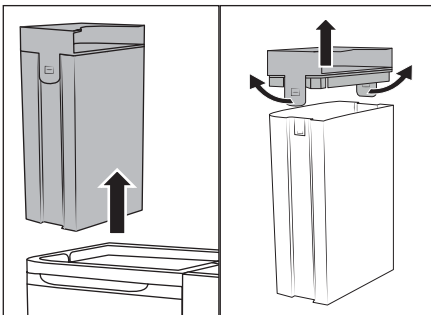

Abb. 5
(1) Füllen Sie nur kaltes bis warmes Leitungswasser oder destilliertes Wasser in den Frischwasserbehälter ❷. Verwenden Sie kein kochendes Wasser. (2) Betreiben Sie das Gerät niemals ohne Wasser im Frischwasserbehälter ❷.
- (3) Verwenden Sie nur handelsübliche, nicht schäumende Polsterreinigungsmittel oder **LIDL W5 Essigreiniger**. Andere Reinigungsmittel können das Gerät beschädigen. Wir empfehlen drei Esslöffel **LIDL W5 Essigreiniger** auf eine komplette Füllung (1,7 Liter) des Frischwasserbehälters ❷ zu geben. Gegebenenfalls erhöhen Sie den Anteil Essigreiniger schrittweise bis zum gewünschten Ergebnis.
- ◆ Fassen Sie den Frischwasserbehälter ❷ am Griff des Deckels ❶ und ziehen Sie ihn nach oben aus dem Gerät (siehe Abb. 5).
- ◆ Ziehen Sie die beiden Haltegriffe leicht nach außen und nehmen Sie den Deckel ❶ ab (siehe Abb. 5).
- ◆ Füllen Sie das Gerät mit Leitungswasser oder mit destilliertem Wasser und geben Sie bei Bedarf Polsterreinigungsmittel oder W5 Essigreiniger hinzu. Beachten Sie dabei die Anwendungshinweise des Herstellers. Achten Sie darauf, dass der Frischwasserbehälter ❷ höchstens bis zur MAX-Markierung gefüllt wird.
- ◆ Setzen Sie den Deckel ❶ auf den Frischwasserbehälter ❷ und drücken ihn nach unten, bis die beiden Haltegriffe einrasten.
- ◆ Fassen Sie den Frischwasserbehälter ❷ am Griff des Deckels ❶ und setzen Sie ihn in das Gerät ein.